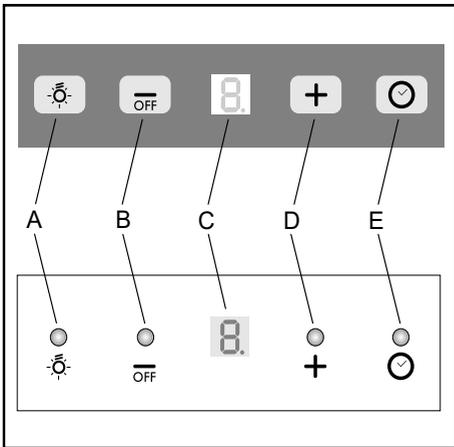

Fig.18
#### COMANDI (Fig.18):
- **Saturazione filtri Antigrasso/Carbone attivo: Fig.18-** Quando il display **C** lampeggia alternando la velocità d'esercizio con la lettera **F** (es.1 e **F**) i filtri **antigrasso**